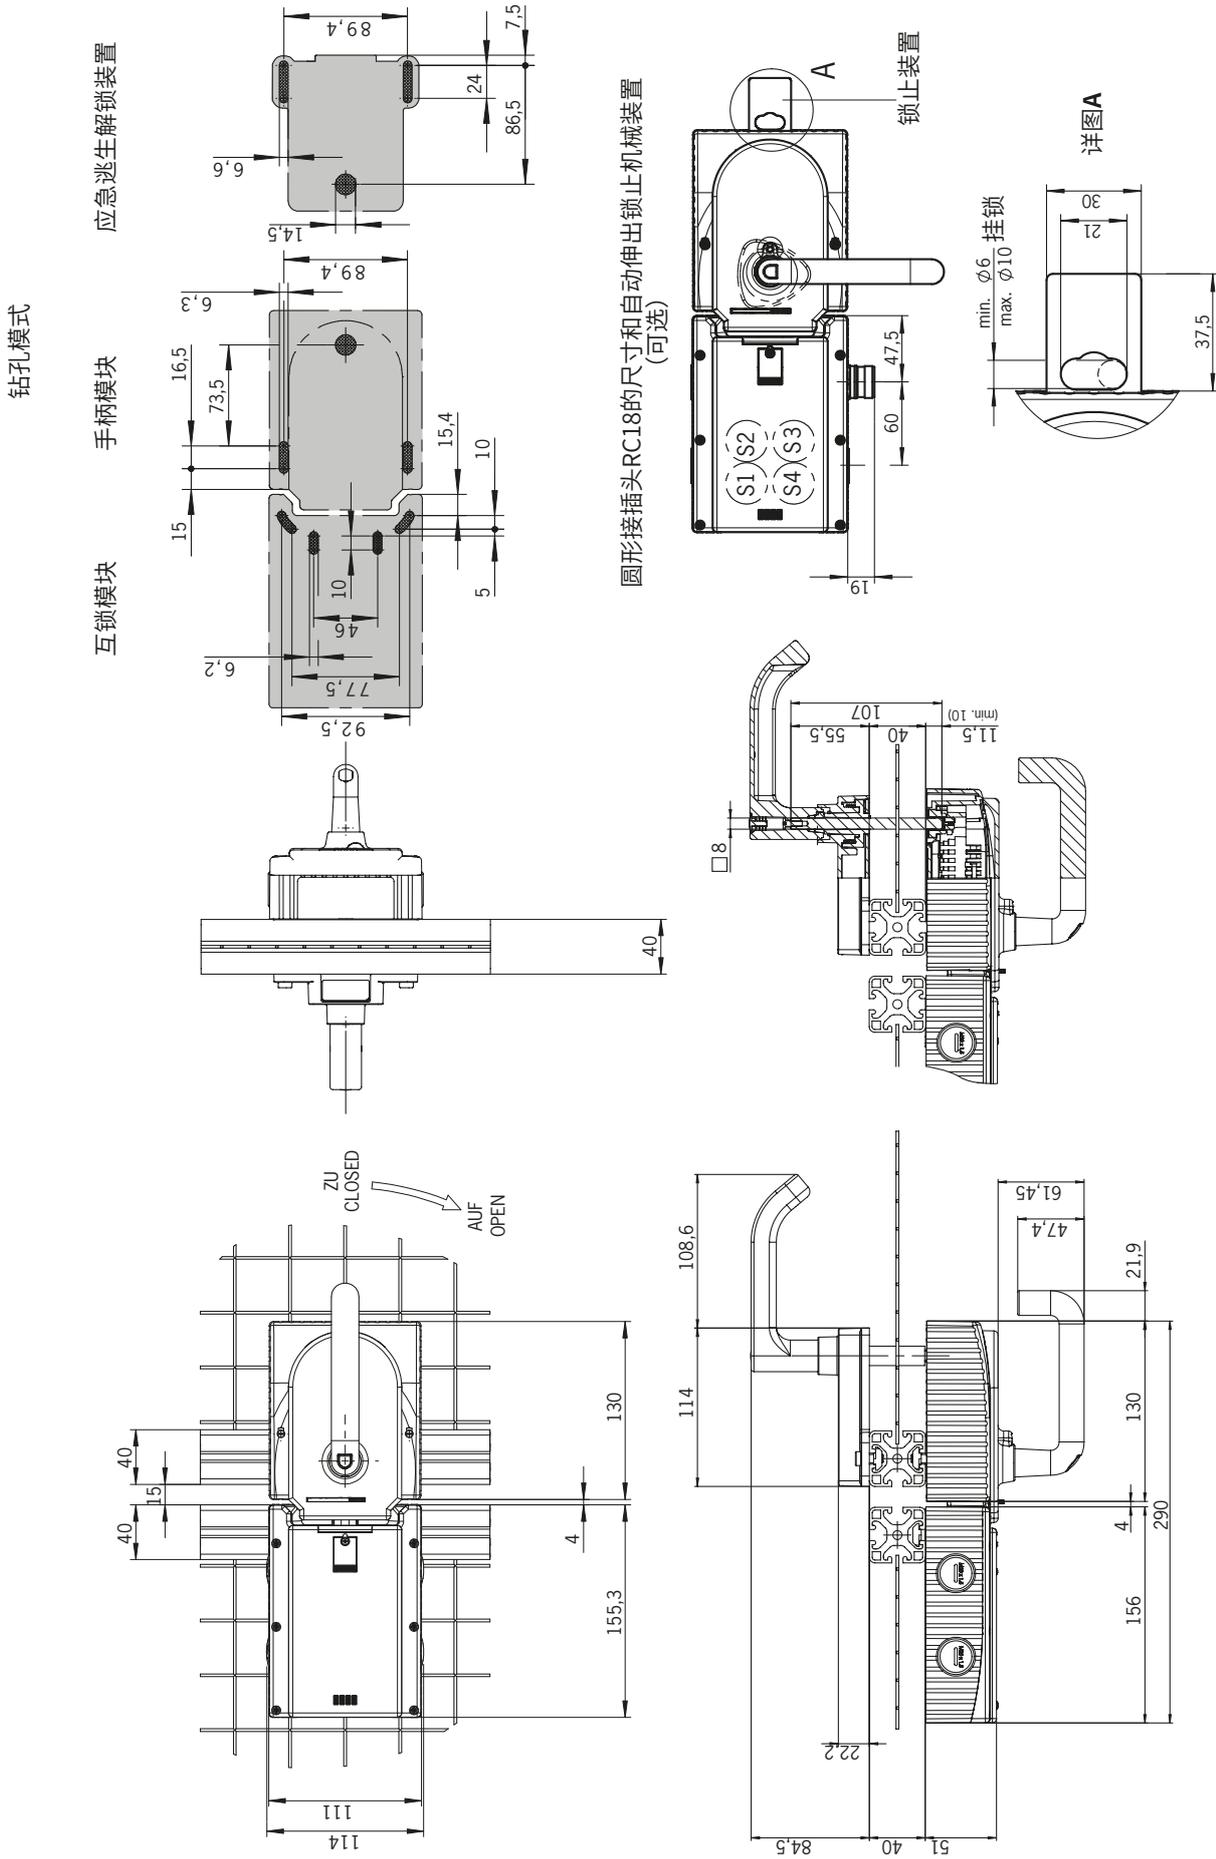
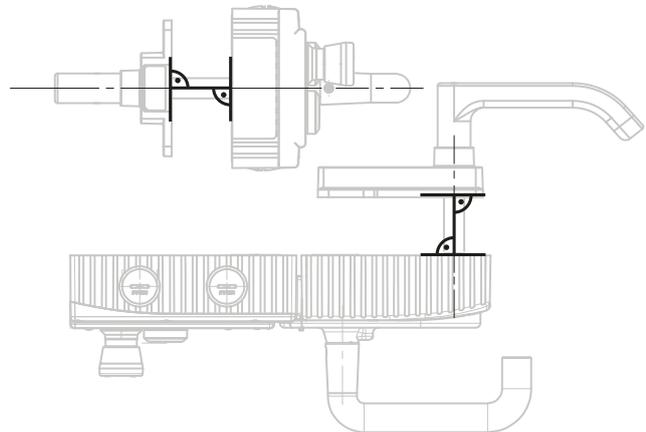

图4: 装配了MGB的尺寸示意图 (无可选支架板)
图7：右开式铰链门的安装示例（全视图）
- ▶ 将应急逃生解锁装置轴与手柄模块垂直对齐。请参见图4和图7。
安装步骤请参见图7和图8至图13。